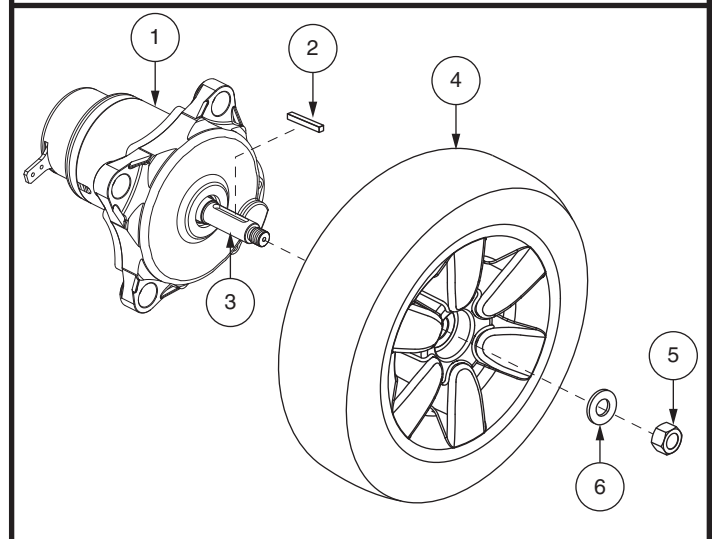

Figure 18. Roue motrice
6. Retirez l'écrou et la rondelle de roue motrice sur l'essieu. **Voir la figure 18.**
7. Retirez la roue motrice de son essieu. Assurez-vous de conserver la clé de rayure. **Voir la figure 18.**
12. Réinstallez la roue motrice, la rondelle et l'écrou sur l'essieu et serrez bien. **Voir la figure 18.**